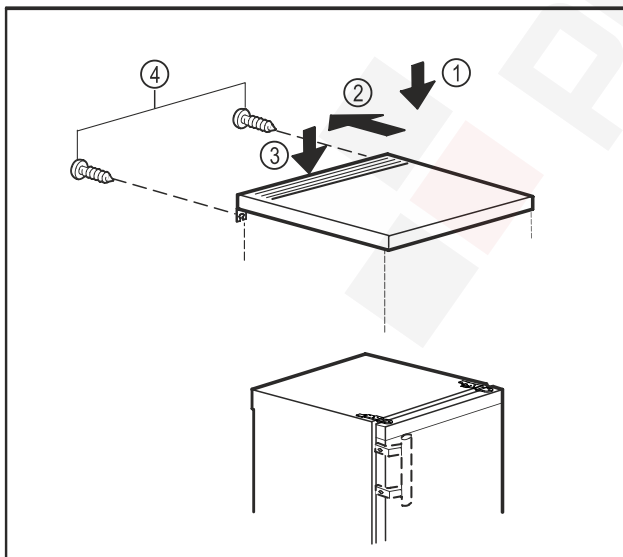

Fig. 19
- Helyezze az asztallapot a készülékre. Fig. 19 (1)
- Tolja hátra az asztallapot. Fig. 19 (2)
- Nyomja le az asztallap hátsó részét. Fig. 19 (3)
- Csavarozza a helyükre a csavarokat a hátoldalon. Fig. 19 (4)